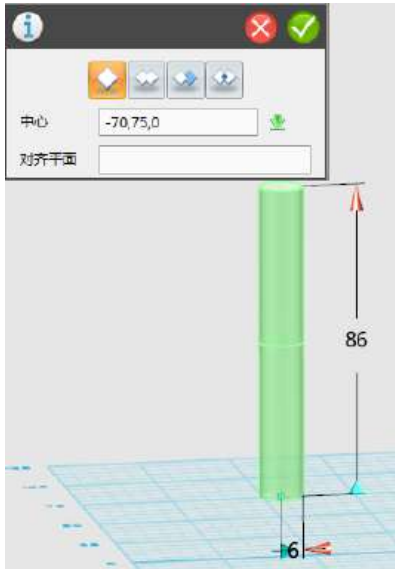
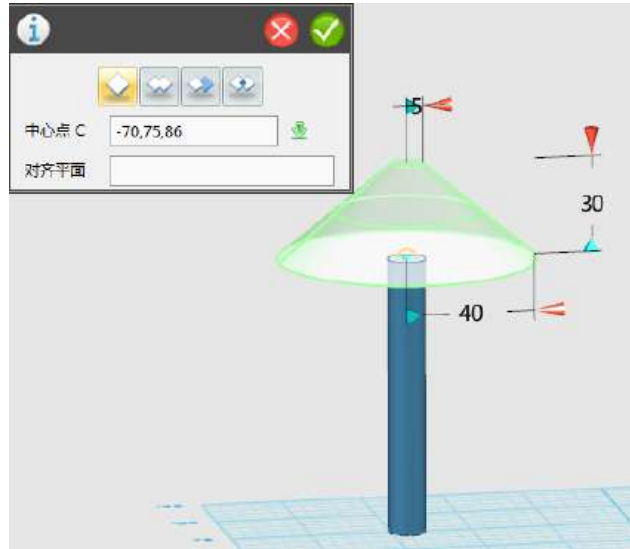

图 6 创建圆柱体作为树干
图 7 创建圆锥体作为树冠
(1) 单击【圆柱体】命令绘制如图6示的圆柱体作为树干，然后单击【圆锥体】在树干顶端放置圆锥体作为树冠，如图7。